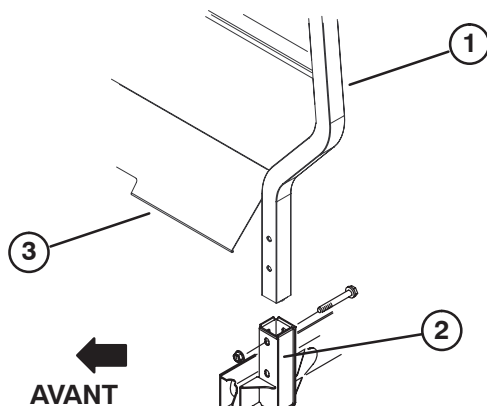

Figure 6
1. Insérez chaque côté de l'arceau de sécurité dans le support de montage, de part et d'autre du châssis et positionnez-le comme illustré à la Figure 6.